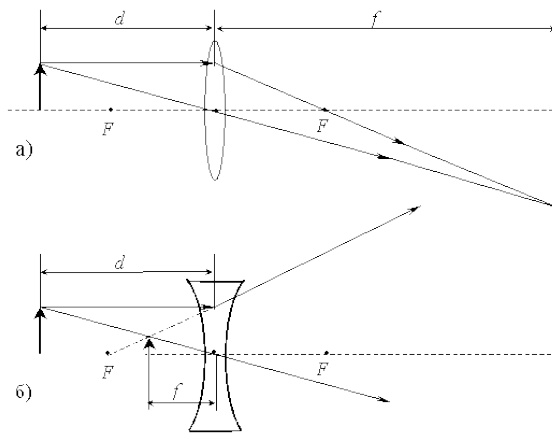

Fig. 3
Рассеивающая линза всегда дает мнимое и уменьшенное изображение. Расстояние предмета от линзы d и расстояние от линзы до изображения f (рис. 3) связаны с ее фокусным расстоянием F соотношением
В этой формуле знак (+) соответствует собирающей (рис. 3, а), а знак (-) – рассеивающей (рис. 3, б) линзам. Если собирающая линза дает мнимое изображение, то в формуле (2) надо перед слагаемым, содержащим величину f , ставить знак (-).